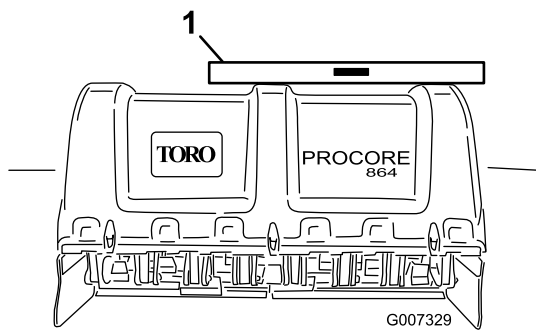

图15
2. 在打孔机机架上放置一个水平仪检查其横向水平状况 图 15。